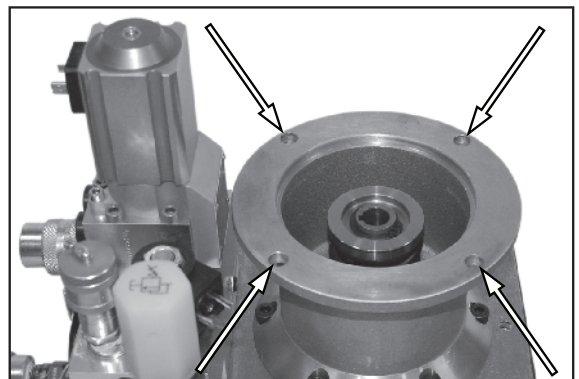

Abbildung 32.
3. Siehe Abbildung 32. Die Ausrichtung der Motorhalterungsbohrungen ist sehr wichtig. Positionieren Sie die Halterung so, dass die Bohrungen wie gezeigt liegen. Zur Installierung das Entfernungsverfahren in umgekehrter Reihenfolge durchführen. Motorhalterungsschrauben sternförmig mit 6,8 Nm anziehen.